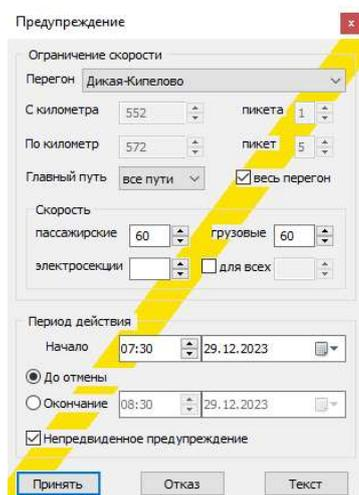

Рис.167.Окно «Ввод предупреждения»
В поле «Непредвиденное предупреждение» окна ввода предупреждений (см. рис. 167) по умолчанию устанавливается галочка.
4. Появится окно ввода предупреждений (см. рис. 167).
18. Нажать кнопку «Принять». Окно «Ограничение скорости на перегоне» будет закрыто, останется базовое окно «Ввод предупреждения» (см. рис. 167).
6. Появится окно «Ввод предупреждения» (см. рис. 167).
2. Появится окно «Ввод предупреждения» с занесенным в него текущим временем (см. рис. 167).